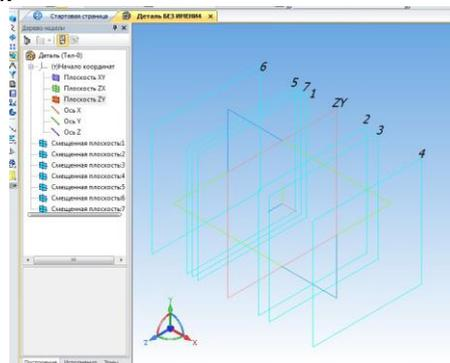

Рис. 42.
1. Создайте смещенные плоскости относительно плоскости ZY с учетом указанного направления и расстояния (рис. 42):